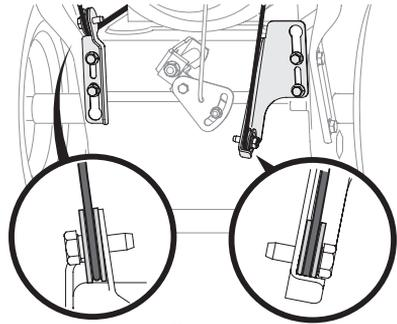

Figura 3
3. Coloque la palanca de cambios en la posición de avance (F) 6 o en la velocidad de avance más rápido (si viene equipada).
4. Observe el área inferior trasera del equipo para asegurarse de que ambos cables (si vienen equipados) estén alineados y asentados adecuadamente en las guías de rodillos (Figura 3).